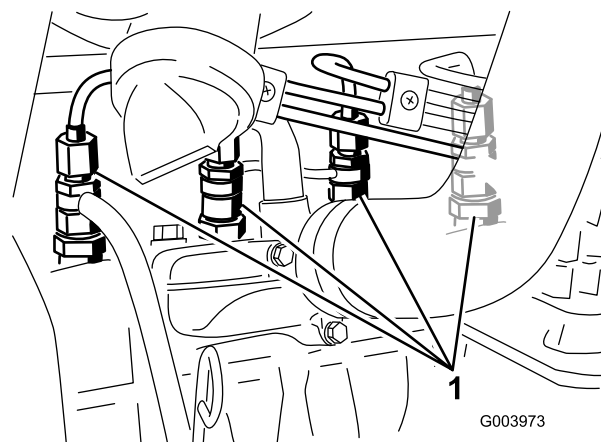

図 40
1. 燃料噴射ポンプの No.1インジェクタノズル **図 40**へのパイプ接続部をゆるめる。